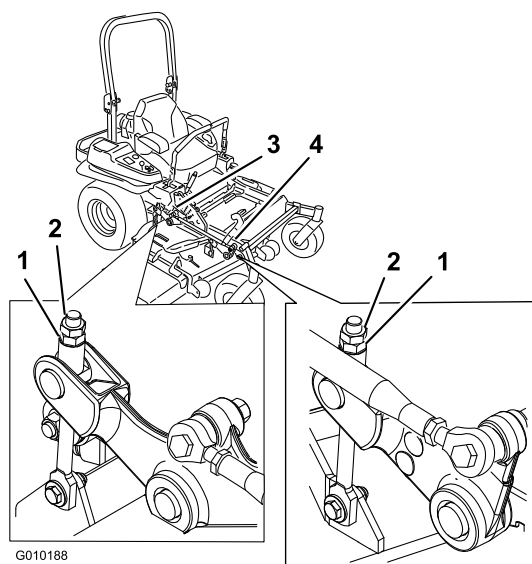

Figure 85
10. Ajustez précisément le serrage de l'écrou de réglage sur l'ensemble de relevage du plateau avant (Figure 85).
16. Ajustez précisément le serrage de l'écrou de réglage sur l'ensemble de relevage du plateau avant (Figure 85).